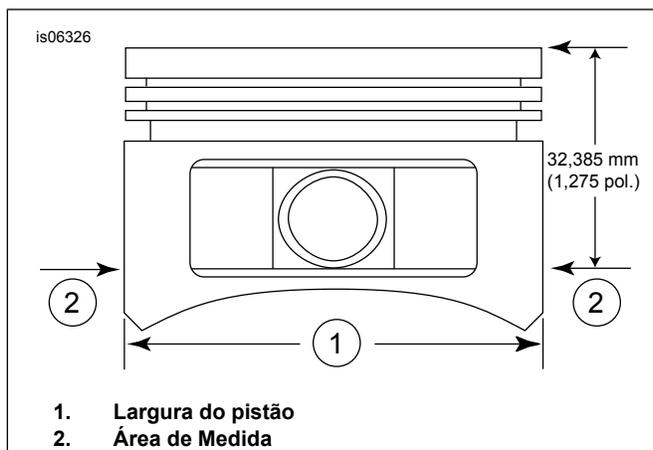

Figura 2. Medidas do pistão
5. Veja Figura 2. Meça a largura do pistão (1), 90 graus horizontalmente dos dois lados do furo do pino do pistão e 32,385 mm (1,275 pol.) para baixo a partir da superfície da plataforma (parte superior) do pistão (2). Veja a Tabela 5 para o ajuste do pistão para o cilindro neste local.